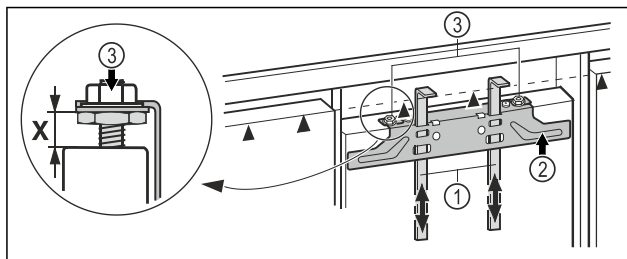

Fig. 44
- Skjut upp monteringshjälpmedlen Fig. 44 (1) till samma höjd som möbeldörren. Monteringshjälpmedlens undre anslagskant ▲ = Den monterade dörrens överkant.
- Skruva av monteringstraversen Fig. 44 (2) med soppmutterna Fig. 44 (3).